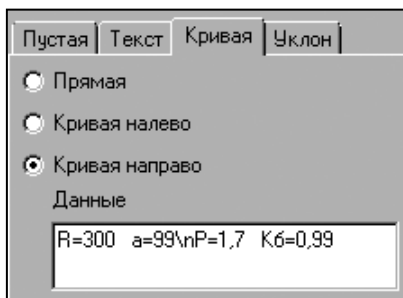

Рис. 9.12
- При выборе вкладки **Кривая** в окне станут доступными пункты: **Прямая**, **Кривая налево**, **Кривая направо** (рис. 9.12).